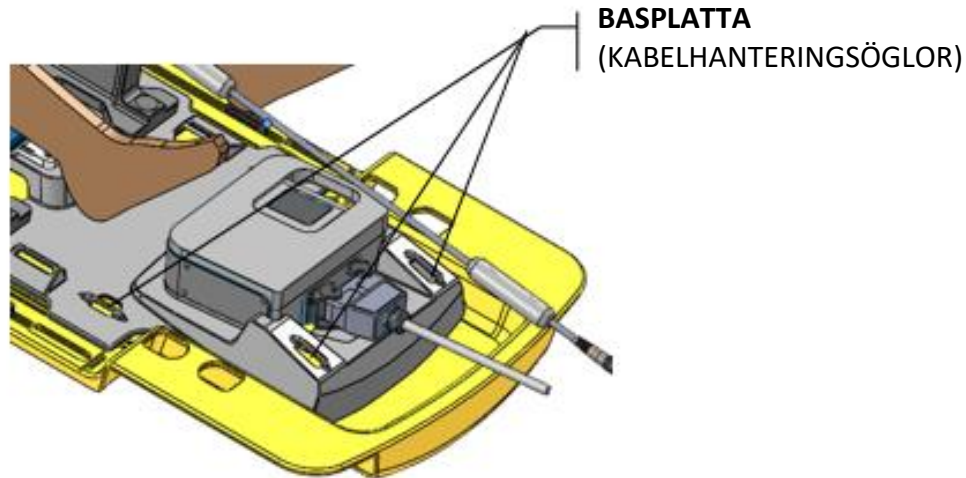
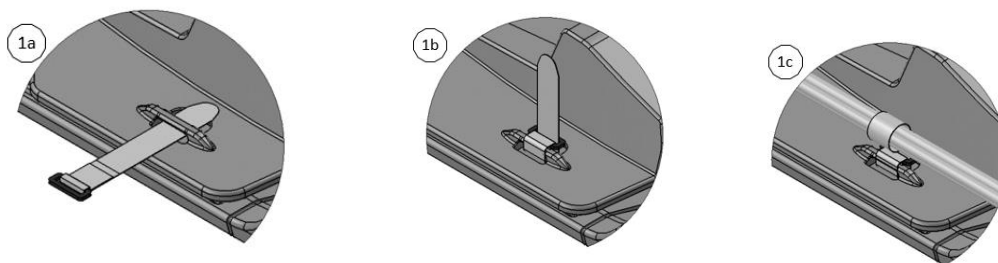

Bild 36: Placering av slang- och kabelremmar på basplattan
Bild 37: Fästa slang-och-kabelremmar
5. Fäst två slang- och kabelremmar vid de punkter som visas i *Bild 36* och i enlighet med anvisningarna i *Bild 37*.